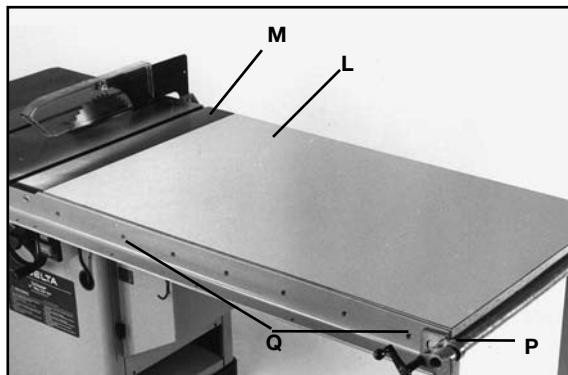
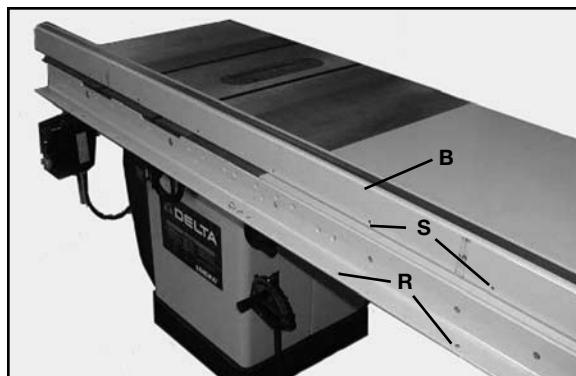

FIG. 12
FIG. 14
9. Ubique el conjunto del banco (L) Fig. 12 en la posición indicada entre los dos rieles, como se muestra. Asegúrese de que el extremo del banco esté al mismo nivel que el banco de la sierra (M). Use una regla para asegurarse de que el banco (L) esté en el mismo plano y al mismo nivel que el banco de la sierra (M). Golpee ligeramente hacia arriba o hacia abajo y ajuste los tornillos de nivelación de las patas. Cuando esté seguro de que el banco (L) está al mismo nivel y en el mismo plano que el banco de la sierra (M), ajuste la abrazadera de barra (P) para fijar la posición de todos los elementos. Luego, haga orificios de 6,4 mm (1/4") en la parte frontal y trasera del banco de extensión, utilizando los orificios (Q) proporcionados en los rieles como plantilla. NOTA: La cantidad de orificios (Q) en los rieles frontales y traseros varía según el largo de los rieles que ha adquirido.
10. Despues de que haya hecho los orificios en el borde de la tabla frontal y trasera del banco de extensión, ajuste tanto el riel frontal como el trasero al banco con los tornillos Phillips de cabeza plana de 1/4-20 x 38 mm (1 1/2"), las arandelas planas de 31 mm (1 1/4") de D.E. y las tuercas hexagonales (R).
11. Coloque el tubo de la guía (B) Fig. 14 en el banco de la sierra como se muestra y alinee los orificios roscados (S) de la parte inferior del tubo de la guía con los orificios pasantes (T) del riel frontal. **NOTA: El tubo de la guía debe sobrepasar el largo del riel en 152 mm (6") de cada lado.**
12. Coloque el tubo de la guía (B) en el riel frontal y ajuste el tubo de la guía al riel con los tornillos largos de cabeza hexagonal de 1/4-20 x 13 mm (1/2") y las arandelas de bloqueo. NOTA: Donde haya dos orificios separados por 64 mm (2 1/2"), use sólo uno de los dos orificios.